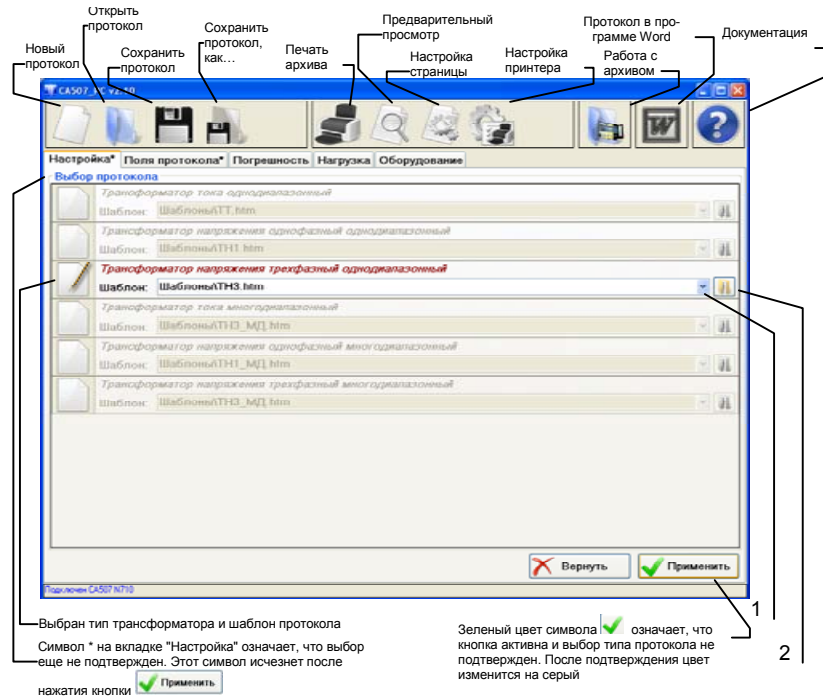

Рисунок 2.2
ярлыке . На экране ПК появится окно программы (рисунок 2.2), а на экране Компаратора – сообщение "Работа с ПК".
1) Выбрать тип трансформатора и шаблон протокола, для чего в окне программы "CA507_PC" (рисунок 2.2) щелкнуть по кнопке "Новый протокол" , а затем в разделе "Выбор протокола" – по кнопке  в строке "Трансформатор напряжения трехфазный однодиапазонный".
2) Если предлагаемый по умолчанию шаблон протокола не устраивает, то можно выбрать другой вариант из списка шаблонов, примененных раньше (поз.1, рисунок 2.2), либо щелкнуть по кнопке  (поз.2, рисунок 2.2) и выбрать шаблон из папки "Шаблоны" или из другой папки, созданной оператором.
1) Подготовку нового протокола выполнить в соответствии с разделом 2.1.2, выбрав на вкладке "Настройка" в разделе "Выбор протокола" (рисунок 2.2) вариант "Трансформатор тока многодиапазонный" щелкнуть по кнопке .